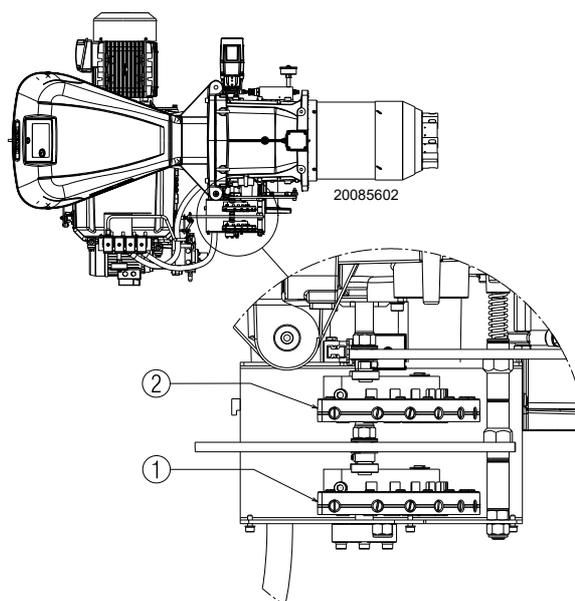
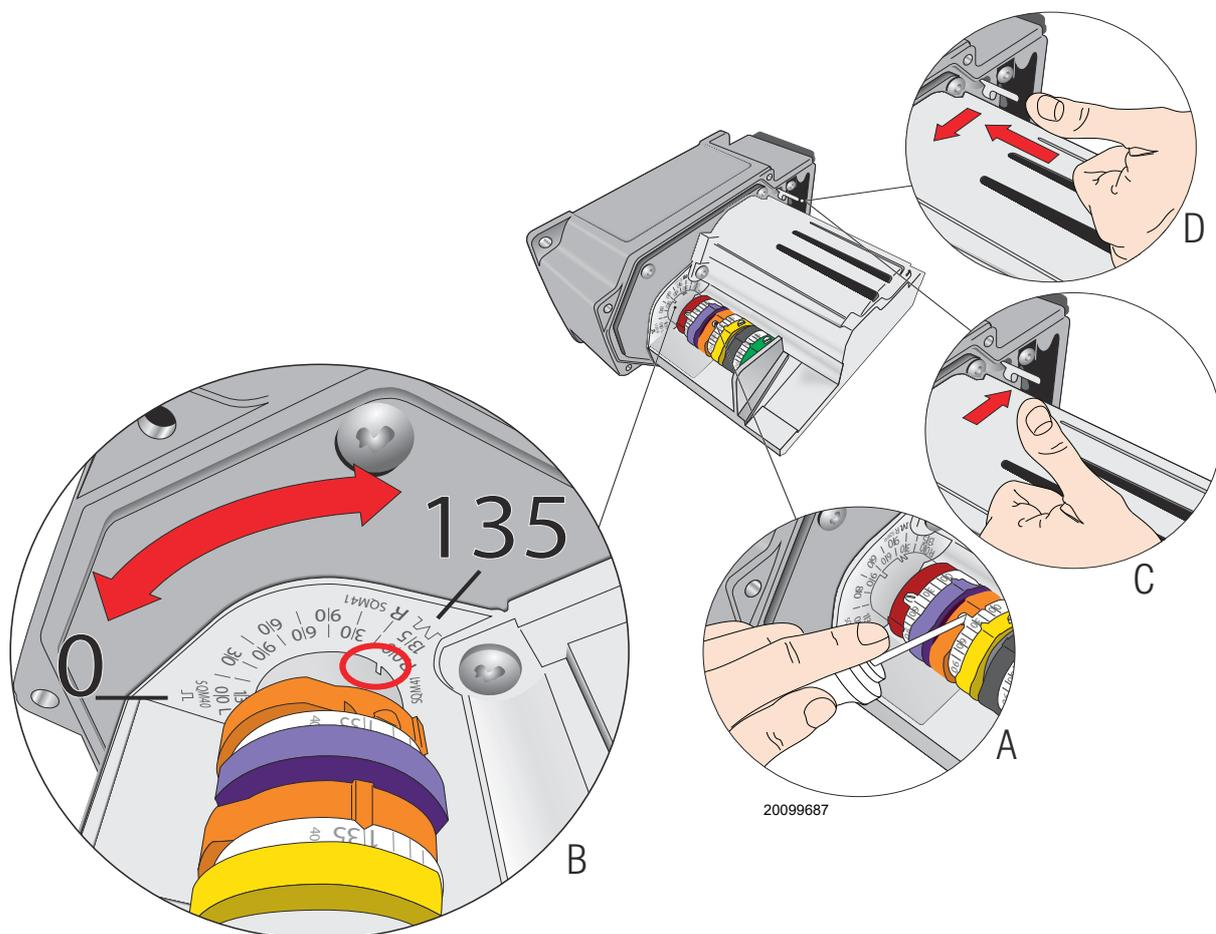

Fig. 35
Fig. 36
La sincronización combustible/comburente se realiza mediante un servomotor conectado a dos levas de perfil variable, las cuales actúan en los registros del aire 1)(Fig. 35) y del gas 2)(Fig. 35).
Es aconsejable, para reducir las pérdidas y obtener un amplio campo de regulación, regular el servomotor al máximo de potencia utilizada, lo más cercano posible a la máxima apertura (130°). En la válvula mariposa del gas, la parcialización del combustible en función de la potencia requerida, se realiza mediante la leva 2)(Fig. 35).
- Enroscar o desenroscar el tornillo 2) de la leva mecánica (Fig. 35 en la pág. 35) elegida para aumentar o disminuir el caudal de aire, para adecuarla al caudal de gas necesario y obtener así una óptima combustión.
Leyenda (Fig. 35)
Para regular la leva del servomotor, consultar Fig. 36 A).
Variar progresivamente el perfil inicial de la leva mecánica 2)(Fig. 35) interviniendo en los tornillos 2) Fig. 35.
La regulación del aire se realiza variando el ángulo de la leva III) del servomotor Fig. 30 y mediante el selector 2)(Fig. 31 en la pág. 31). Para regular la leva del servomotor, consultar Fig. 36 A).
Para la regulación de la leva III) Fig. 30, véase Fig. 36 A) y B).
Apagar el quemador desde el interruptor 1)(Fig. 31), posición OFF, liberar las levas mecánicas I) y II)(Fig. 33)(Fig. 35) para separar los engranajes del servomotor, presionando y desplazando hacia abajo el pulsador 3)(Fig. 36 D) y verificar varias veces, girando manualmente la leva mecánica I)(Fig. 33) hacia adelante y hacia atrás, que el movimiento sea suave y sin atascamientos.
Se aconseja montar nuevamente las levas mecánicas I) y II)(Fig. 33)(Fig. 35) en el servomotor desplazando hacia arriba el pulsador 3)(Fig. 36 C).